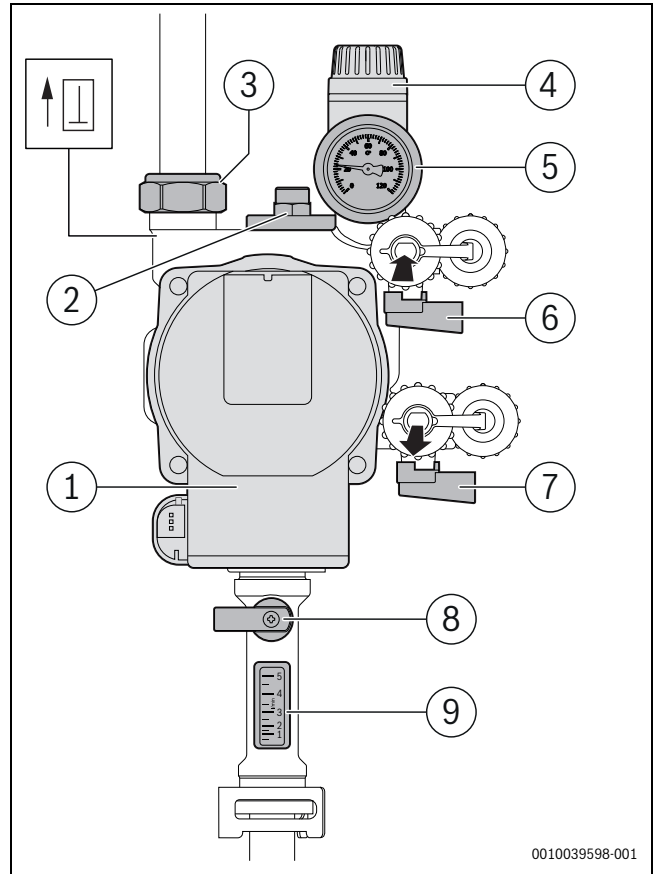
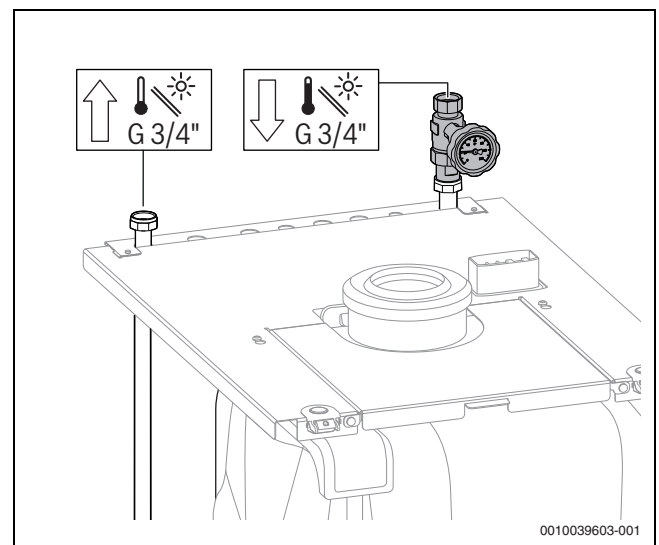

Bild 182 Übersicht Solarstation
Bild 183 Wartungshahn am Solar-Vorlaufrohr
- ▶ Druckseite der Befülleinrichtung an Füll- und Entleerhahn (→ Bild 182, [6]) anschließen.
- ▶ Saugseite der Befülleinrichtung an Füll- und Entleerhahn (→ Bild 182, [7]) anschließen.
- ▶ Füll- und Entleerhähne (→ Bild 182, [6] und [7]) öffnen.
- ▶ Während des Spülens den Füll- und Entleerhahn an der Saugseite (→ Bild 182, [7]) mehrmals kurzzeitig drosseln und anschließend schnell komplett öffnen.
- ▶ Während der Schaltvorgänge den Zeiger des Manometers (→ Bild 182, [5]) an der Solarstation kontrollieren.
- ▶ Solarpumpe ca. 10 Minuten laufen lassen und Umwälzung am Durchflussmesser (→ Bild 182, [9]) prüfen.
- ▶ Solaranlage am automatischen Entlüfter an der Hocheffizienz-Solarpumpe nochmals entlüften (→ Bild 182, [2]) und Betriebsdruck auf 2,5 bar einstellen. Bei Anlagen über 12 m Höhendifferenz Kapitel 15.1.3 auf Seite 90 beachten.
- ▶ Volumenstrom am Durchflussmesser (→ Bild 182, [9]) ablesen.
- ▶ Volumenstrom am Einstellhahn des Durchflussbegrenzers (→ Bild 182, [8]) soweit drosseln, bis der maximale Volumenstrom unterschritten wird.
- ▶ Wartungshahn am Solar-Vorlaufrohr (→ Bild 183) und Einstellhahn des Solar-Durchflussbegrenzers (→ Bild 182, [8], Seite 92) schließen.